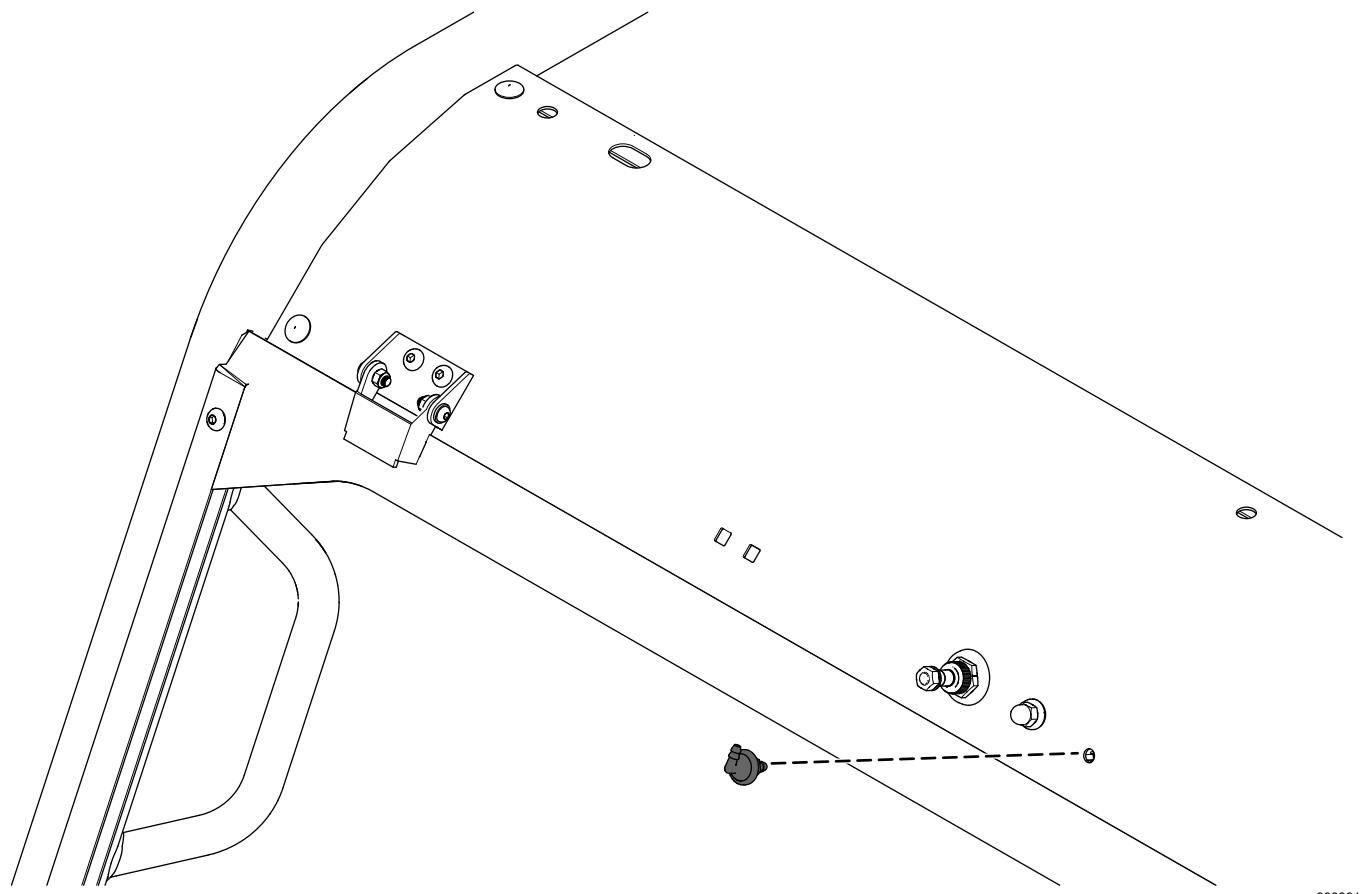

Рисунок 9
2. Прикрепите переходной штуцер к передней поперечине конструкции ROPS с помощью шайбы и гайки, прилагаемых к штуцеру (Рисунок 9).